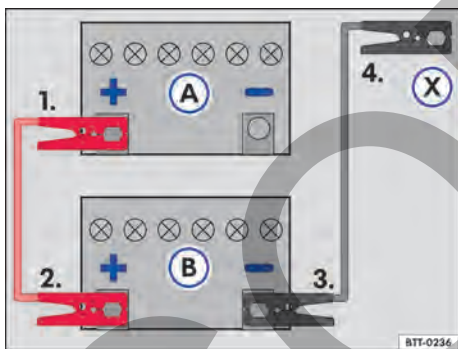

Fig. 116 Esquema para conectar los cables auxiliares de arranque: batería descargada (A) y batería proveedora de corriente (B).
- Conectar un extremo del cable de arranque auxiliar *rojo* al polo positivo (+) del vehículo con la batería del vehículo descargada (A) → ⚠.
- Conectar el otro extremo del cable de arranque auxiliar *rojo* al polo positivo (+) de la batería del vehículo que suministra corriente (B).
- Conectar un extremo del cable de ayuda de arranque *negro* al polo negativo (-) de la batería del vehículo que suministra corriente (B) → fig. 116.
- Conectar el otro extremo del cable de arranque auxiliar *negro* (X) al vehículo con la batería del vehículo descargada en una pieza maciza de metal atornillada firmemente al bloque del motor o en el mismo bloque del motor - aunque no cerca de la batería (A) → ⚠.